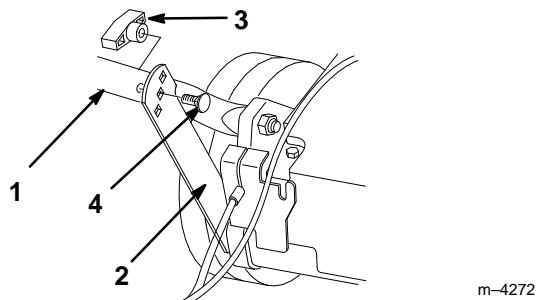

Abbildung 2
1. Die vier Schrauben (zwei Schrauben haben einen flachen Kopf und zwei haben einen an die Griffstange angepaßten Kopf) und Knöpfe in der unteren Griffstange entfernen (Abb. 2).
2. Die untere Griffstange nach hinten und die Haltebügel nach oben schwenken und die Bügel auf die Löcher in der Griffstange ausrichten (Abb. 2).
3. Die Griffstange mit den beiden flachen Schrauben und zwei Knöpfen an den Haltebügeln befestigen. Dabei die Höheneinstellöffnungen an den Bügeln verwenden, die am besten zur Größe der Bedienungsperson passen (Abb. 2).